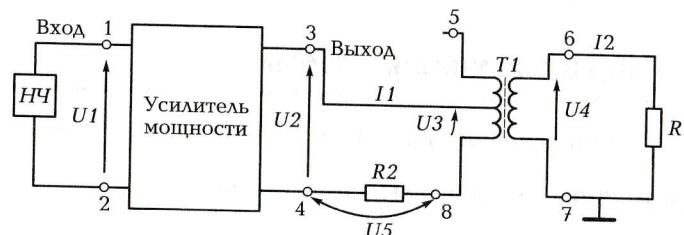

Рис. 3.1. Схема для проверки параметров трансформатора
- Соберите на установочной плате цепь в соответствии с рис. 3.1 (резистор  $R_2 = 10 \text{ Ом}$ ), но без усилителя мощности.
Для проверки частотных свойств трансформатора воспользуйтесь оборудованием, материалами, приспособлениями и схемой для задания 1 (рис. 3.1).